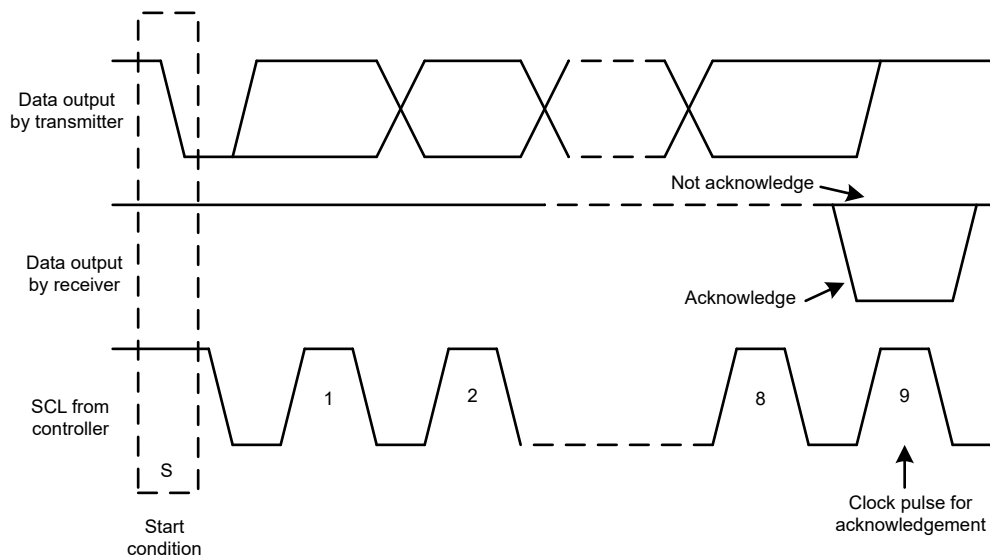
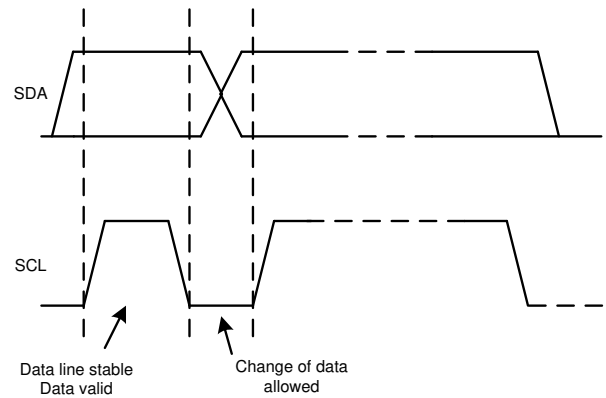

图 7-20. I2C 总线上的确认和非确认
图 7-22. 在 I2C 总线上的位传输
除了特定的时序信号外, I2C 接口还使用串行字节。在每个字节结束时, 第九个时钟周期产生并检测确认信号。确认是指 SDA 线在第九个时钟周期的高电平期间被拉低。非确认是指 SDA 线在第九个时钟周期的高电平期间保持高电平, 如图 7-20 所示。
2. 控制器随后产生 SCL 脉冲，并在 SDA 线上发送 7 位地址和读取/写入方向位 ( $R\bar{W}$ )。在所有传输期间，控制器确保数据有效。有效数据条件要求 SDA 线在时钟脉冲的整个高电平期间保持稳定，如图 7-22 所示。所有器件都识别控制器发送的地址，并将其与相应内部固定地址进行比较。只有具有匹配地址的目标器件才会通过在第 9 个 SCL 周期的整个高电平期间拉低 SDA 线来生成确认，如图 7-20 所示。当控制器检测到此确认时，则表示与目标的通信链路已建立。